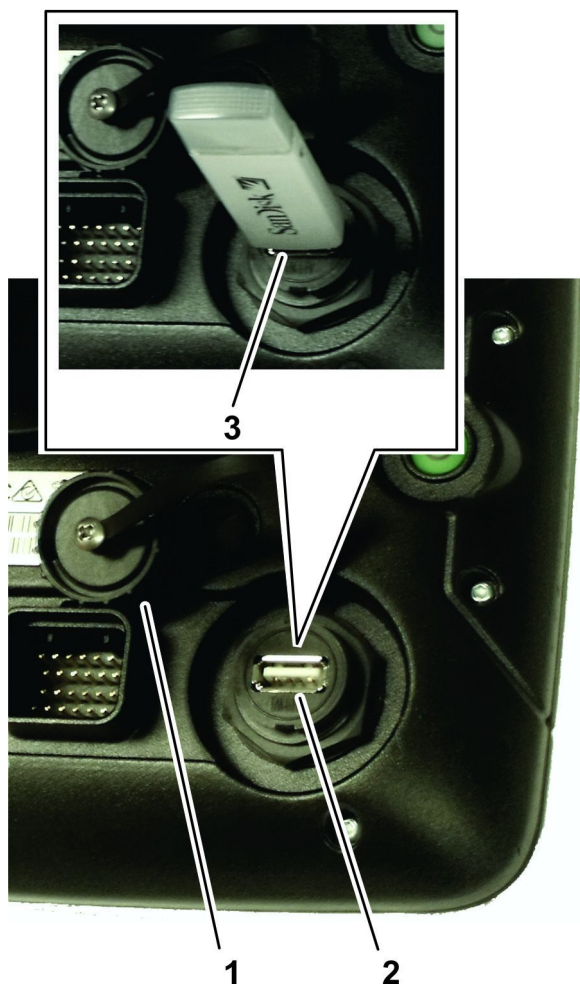

Figura 22
1. Retire a tampa da porta USB localizada por baixo do botão de energia (Figura 22).
2. Insira um dispositivo de armazenamento USB na tomada USB (Figura 22).